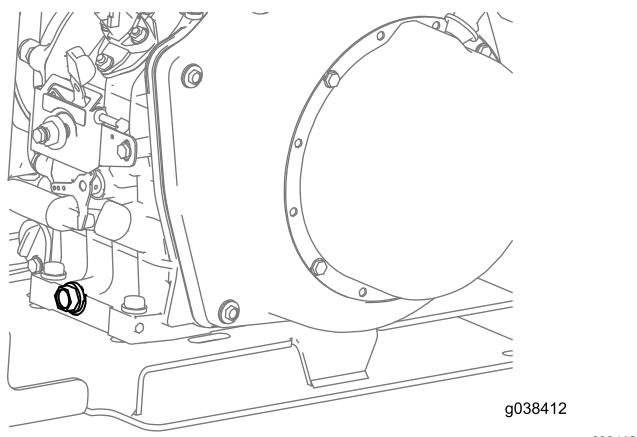

Figura 22
- Coloque un recipiente adecuado debajo del tapón de vaciado de aceite (Figura 22).